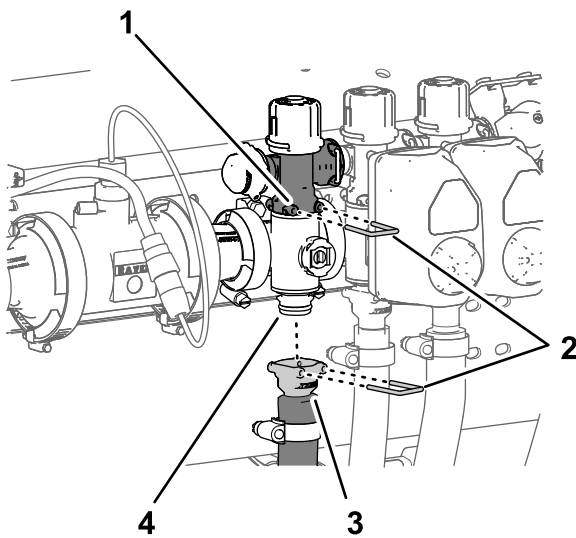

Bild 125
1. Entfernen Sie den Schnellkupplungsstift, mit dem die Schnellkupplung für das Abschnittsicherheitsventil am Abschnittverteiler befestigt ist (Bild 125).
- Entfernen Sie den Schnellkupplungsstift, mit dem die Schnellkupplung für den Abschnittzulaufschlauch am Verteiler für das Schnellkupplungsanschlussstück des Abschnittventilverteilers befestigt ist (**Bild 125**).